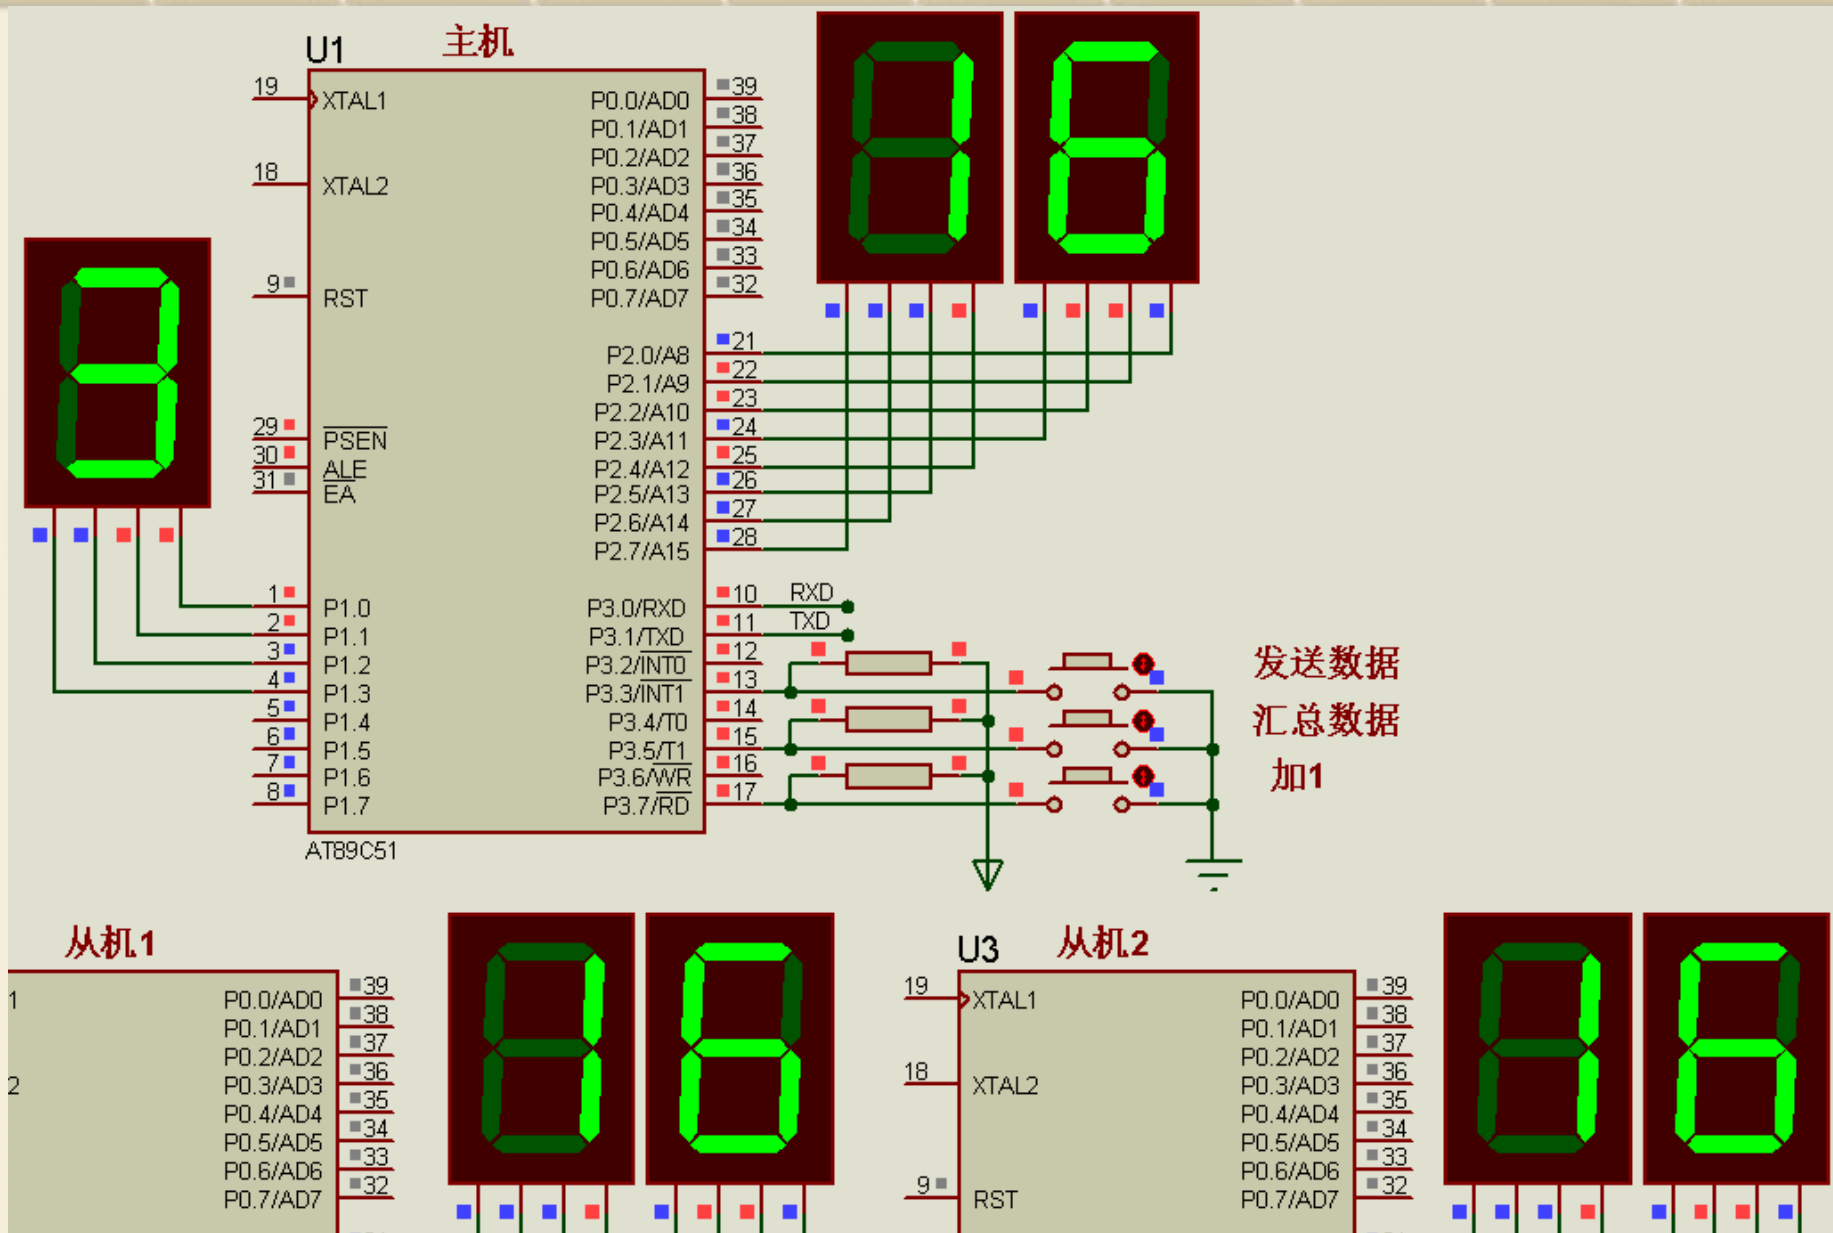
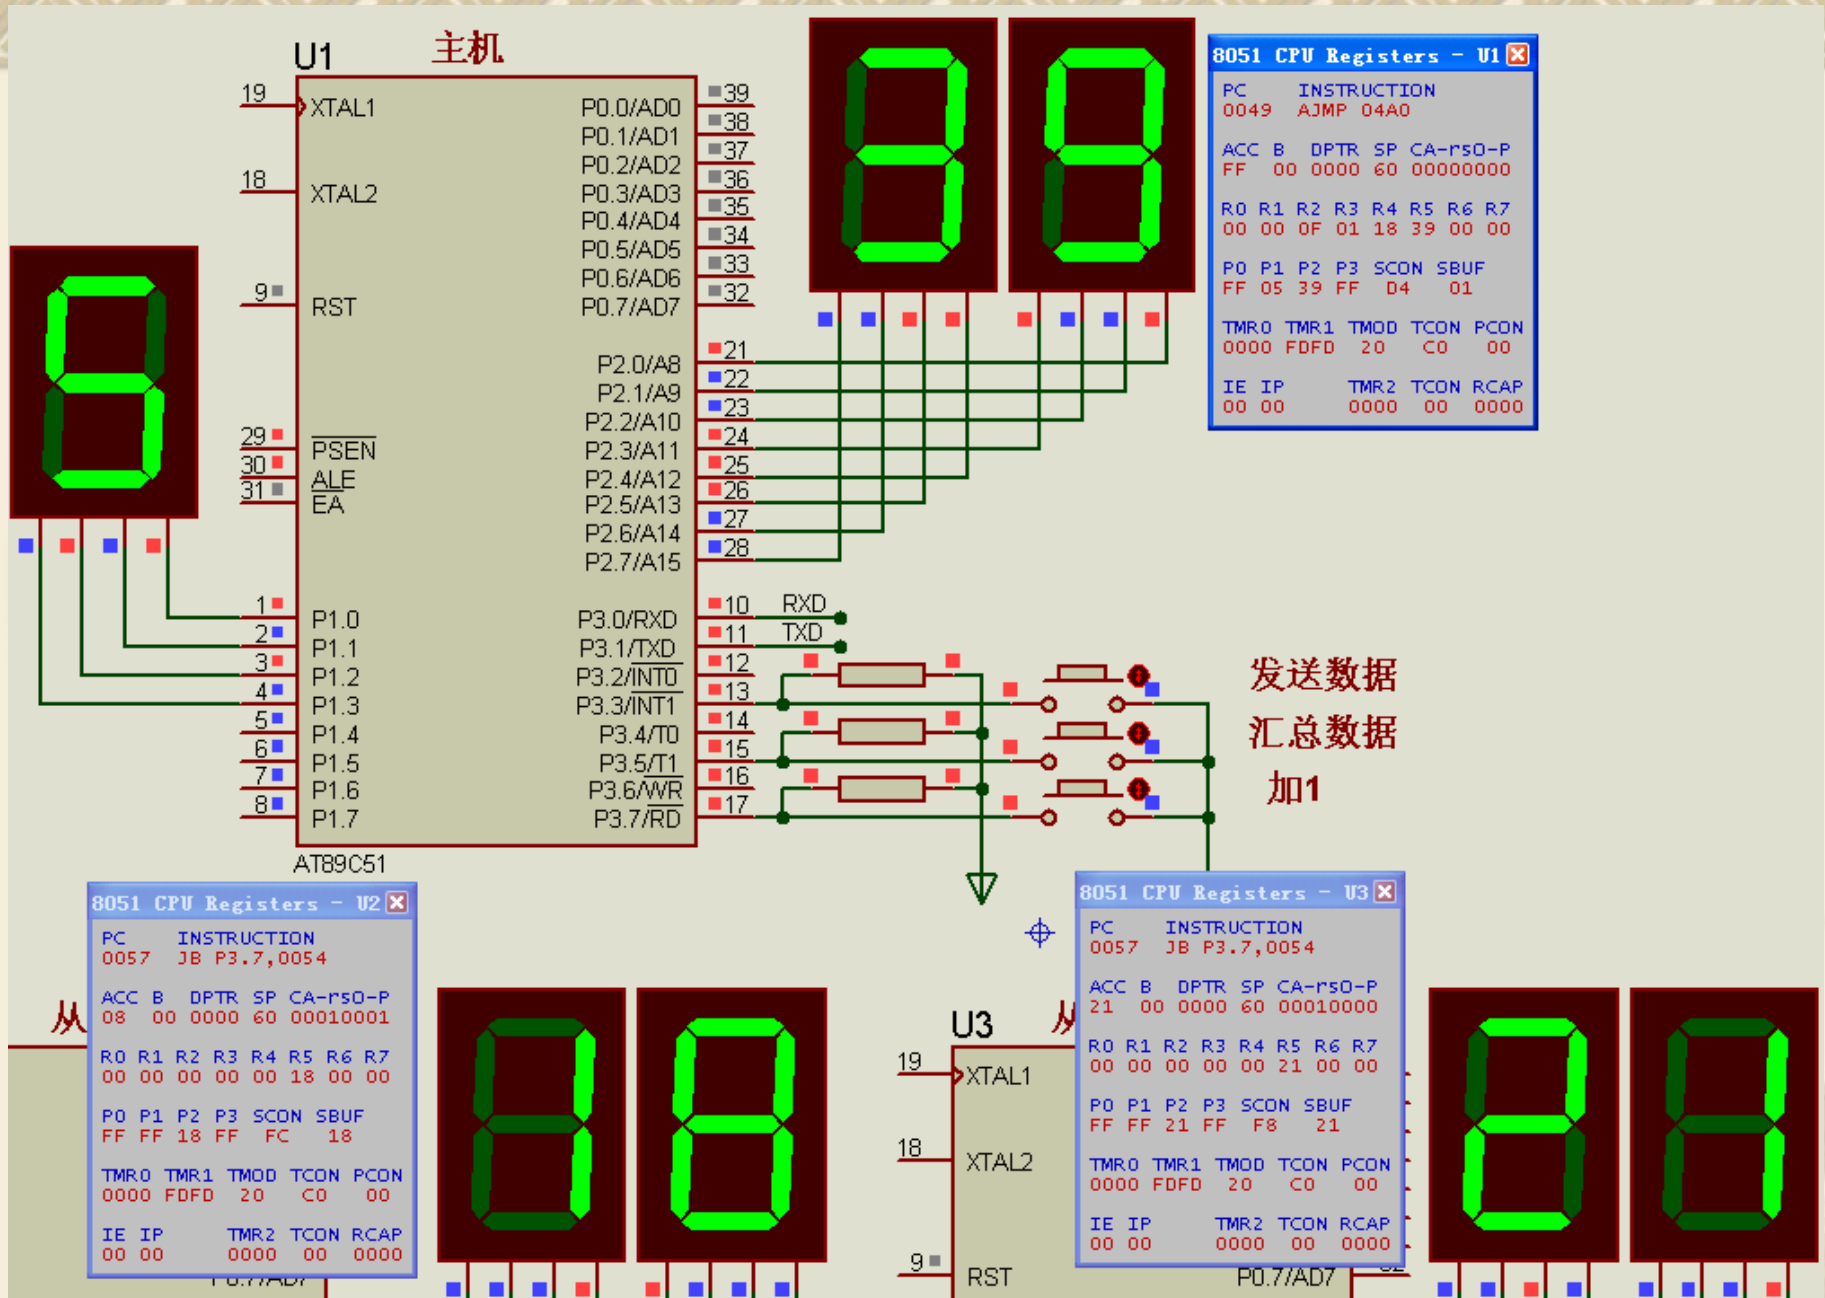

图3 仿真运行片段1
图4 仿真运行片段2
- ❖ (1) 每按下“加1”键，数码管显示值加1；
- ❖ (2) 运行中的数码管显示值随主机的操作而发生改变。
- ❖ 仿真运行片段如图3和图4所示。仿真过程中可单击按钮仿真，从“Debug”菜单中调出各个单片机的“8051 CPU Registers”窗口来观察各单片机运行中相关寄存器的工作状态，如图4所示。